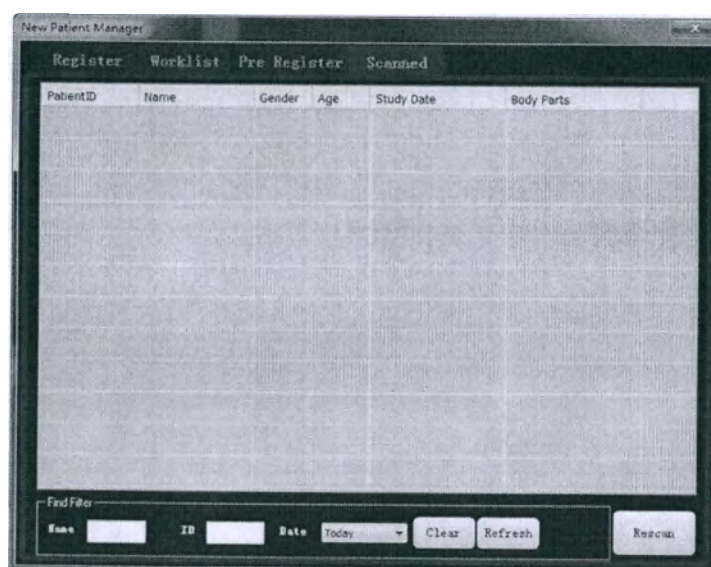

Рисунок 44 Окно списка всех зарегистрированных пациентов
1. На окне регистрации пациента нажмите вкладку [Сканированные] [Scanned]. Для поиска конкретного пациента в списке зарегистрированных пациентов воспользуйтесь расширенным поиском (см. рис. 44).